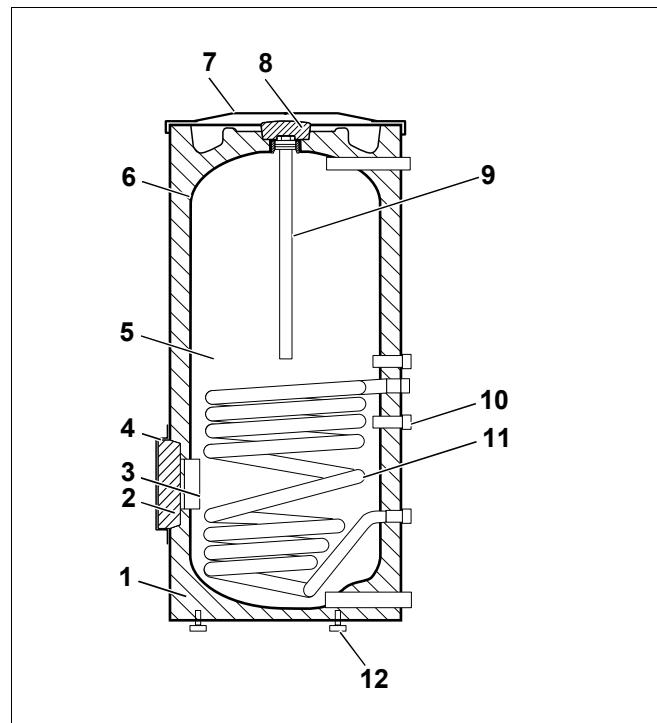

Рис. 1 Бак-водонагреватель (здесь: SU300/1)
- Бак (рис. 1, **поз. 5**) с защитой от коррозии
Катодная защита от коррозии состоит из гигиенической термоглазури DUOCLEAN МКТ (рис. 1, **поз. 6**) фирмы Бuderus и магниевого анода (рис. 1, **поз. 9**).
- Теплоизоляция (рис. 1, **поз. 1**)
Теплоизоляция из не содержащего вредных веществ полиуретанового пенопласта нанесена непосредственно на бак. Два теплоизоляционных элемента (рис. 1, **поз. 2** и **поз. 8**) из пенопласта снижают теплопотери через люк для чистки и магниевый анод.
- Гладкотрубный теплообменник (рис. 1, **поз. 11**)
- Гильза для установки температурного датчика (рис. 1, **поз. 10**)
- Люк для чистки (рис. 1, **поз. 3**)
- Крышка бака (рис. 1, **поз. 7**)